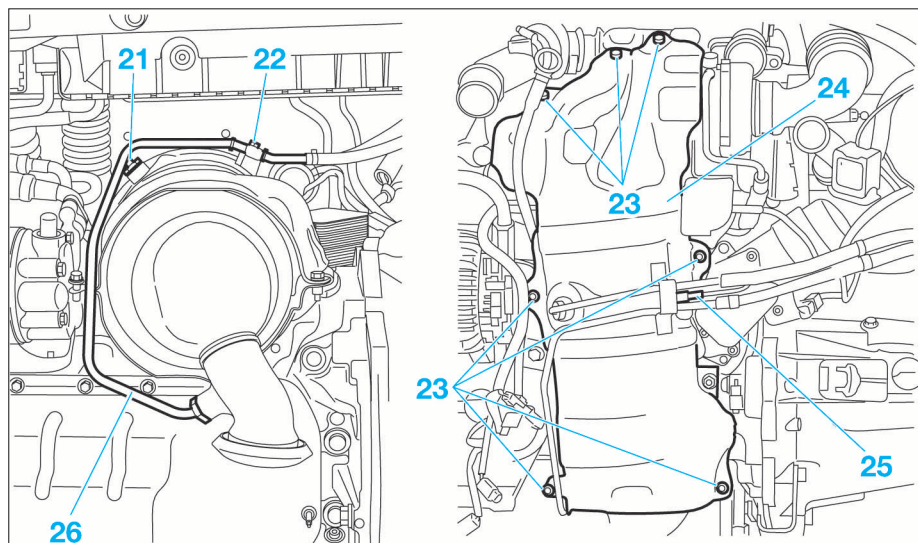

FIG. 6
- Désaccoupler les tubes (21) et (26) (Fig.6).
- la vis (22)
- la sonde de température (25)
- les vis (23)
- l'écran thermique (24)